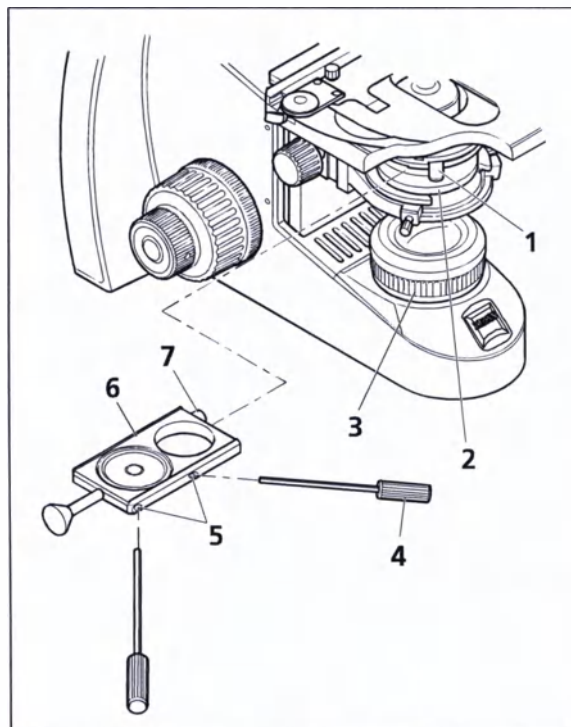
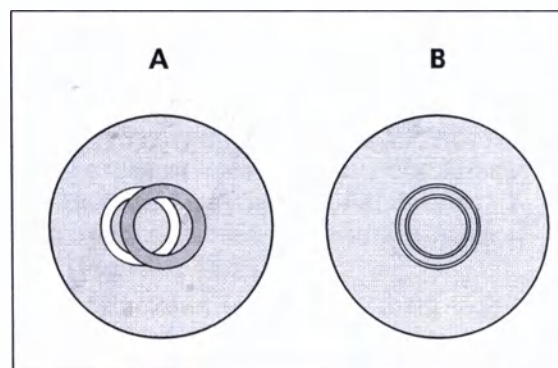

Рисунок 9 Вставление задвижки
Рисунок 10 Центрировка кольцевой диафрагмы
- Открыть полевую диафрагму осветителя (Рисунок 9/3, если она регулируема) на штативе. Открыть апертурную диафрагму на конденсоре Аббе (Рисунок 9/2) с помощью рычага (Рисунок 9/1).
- Если задвижка для фазового контраста (Рисунок 9/6) не была смонтирована на заводе-изготовителе, вывинтить сначала винт задвижки (Рисунок 9/7). Затем вдвинуть задвижку слева в конденсор Аббе и снова закрутить винт (Рисунок 9/7).
- Проверить правильность центрировки кольцевой диафрагмы в соответствии с иллюстрацией (Рисунок 10). Для этого следует вынуть один из окуляров и заменить его диоптером.
- Двумя центрировочными винтами задвижки (Рисунок 9/5) провести при необходимости центрировку кольцевой диафрагмы (Рисунок 10/А) с помощью обоих 1,5-миллиметровых торцовых шестигранных ключей (Рисунок 9/4) до тех пор, пока изображение не будет идентично с иллюстрацией (Рисунок 10/В).